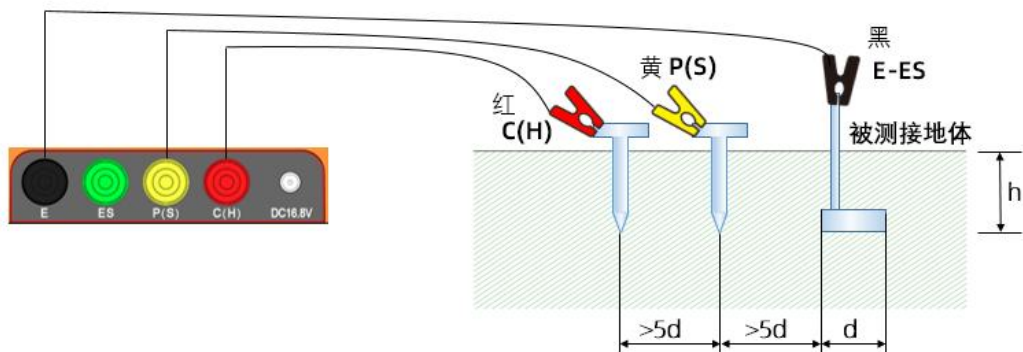

图 9 三线法测试接线示意图
- 1) 按照图 9 所示进行接线，与四线法类似，区别在于，三线法使用三根测